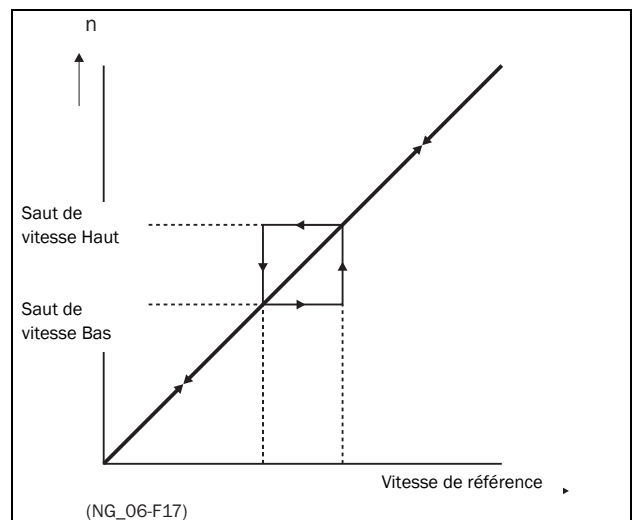

Fig. 99 Saut de vitesse
Si Saut de vitesse Bas $\leq$ Vitesse de référence $\leq$ Saut de vitesse Haut, Vitesse de sortie = Saut de vitesse Haut durant la décélération et Vitesse de sortie = Saut de vitesse bas durant l'accélération. La Fig. 99 illustre les valeurs haut (HI) et bas (LO) de la fonction de saut de vitesse (Skip Speed).